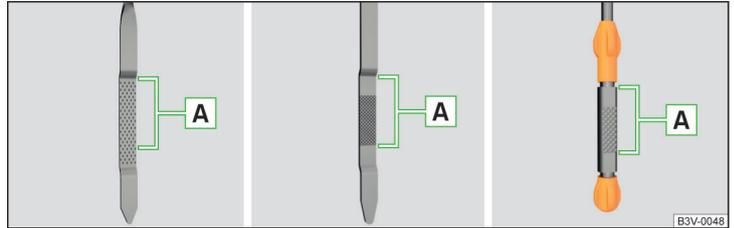

Abb. 293 Ölmesstabvarianten
Der Ölstand muss im Bereich **A** liegen » Abb. 293. Liegt der Ölstand unterhalb des Bereichs **A**, das Öl nachfüllen.
- Der Ölstand darf keinesfalls außerhalb des Bereichs **A** liegen » Abb. 293 - es besteht die Gefahr der Beschädigung des Motors sowie der Abgasanlage.